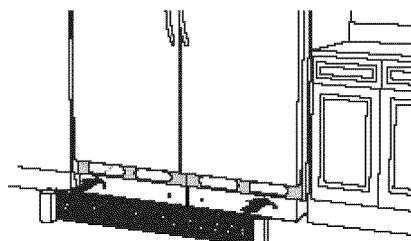

Figure 18
- Fixez la grille de protection en métal (F) en utilisant les vis que vous avez conservées à l'étape de l'enlèvement du (ou des) panneau(x) de la grille en plastique. Vous pouvez faciliter l'alignement des vis en **ouvrant les portes des deux appareils**. Insérez les vis dans les trous situés aux extrémités gauche et droite de la grille et serrez-les légèrement. **Ajustez la grille jusqu'à ce que son rebord supérieur soit parallèle à la partie inférieure des deux portes.** Pour une installation double, **installez deux vis intérieures.** Serrez toutes les vis. Reportez-vous à la figure 18.